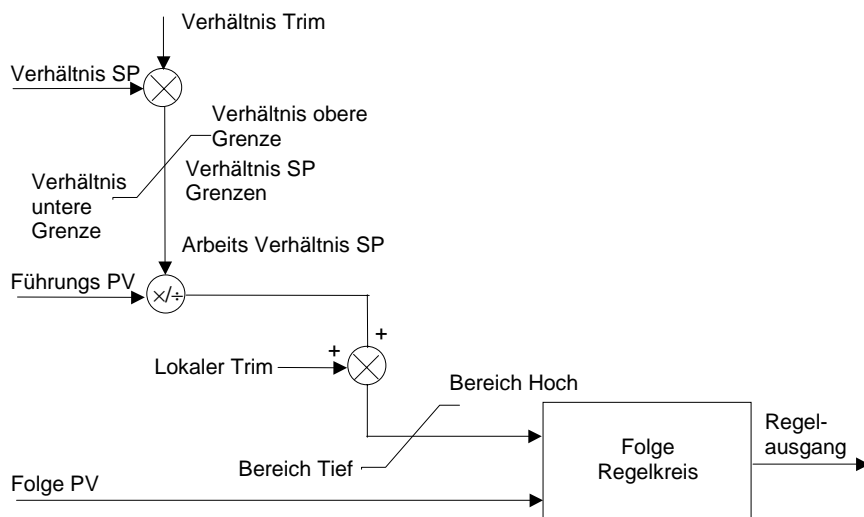

Abbildung 9-11: Einfacher Verhältnisregler
Der Eurotherm Regler 2704 enthält einen Verhältnis Funktionsblock, den Sie in jedem Regelkreis verwenden können. In Abbildung 9-11 sehen Sie ein Blockdiagramm eines einfachen Verhältnisreglers. Der Führungsprozesswert (PV) wird mit dem Verhältnissollwert multipliziert oder durch ihn dividiert, um den Regelsollwert zu erhalten. Vor der Sollwertberechnung können Sie dem Verhältnissollwert einen Verhältnistrimmwert aufschalten. Der Sollwert muss immer innerhalb der Betriebsgrenzen liegen. Ein weiterer Vorteil dieser Regelung ist die automatische Berechnung des aktuell gemessenen Verhältnisses, das Sie sich auf dem Regler anzeigen lassen können.